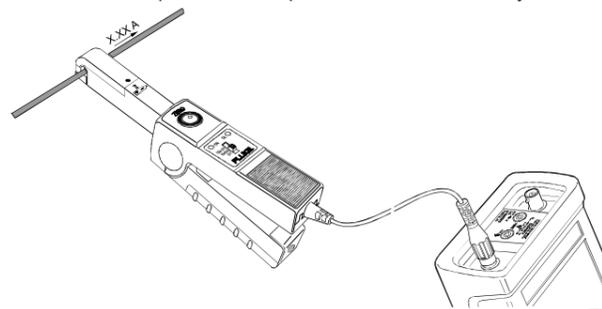

Рисунок 4. Схема измерений
- По завершению, установите переключатель диапазона в позицию OFF - ВЫКЛ. Схема измерений с использованием Токового Пробника и ScoreMeter показана на Рисунок 4.